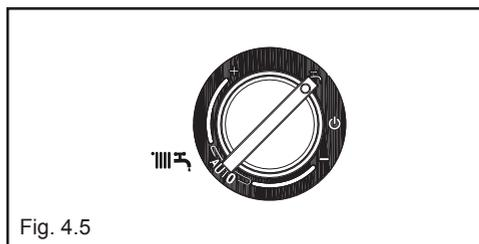

Fig. 4.5
**Estate:** ruotando il selettore di funzione sul simbolo estate  (fig. 4.5) si attiva la funzione tradizionale di **solo acqua calda sanitaria**.